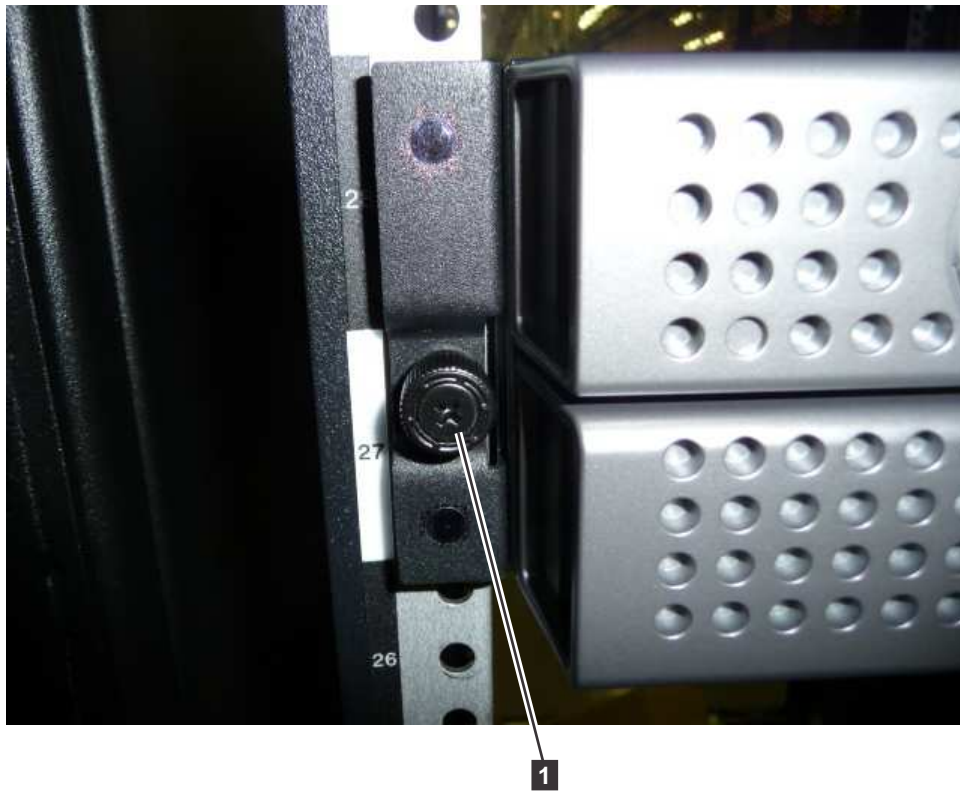
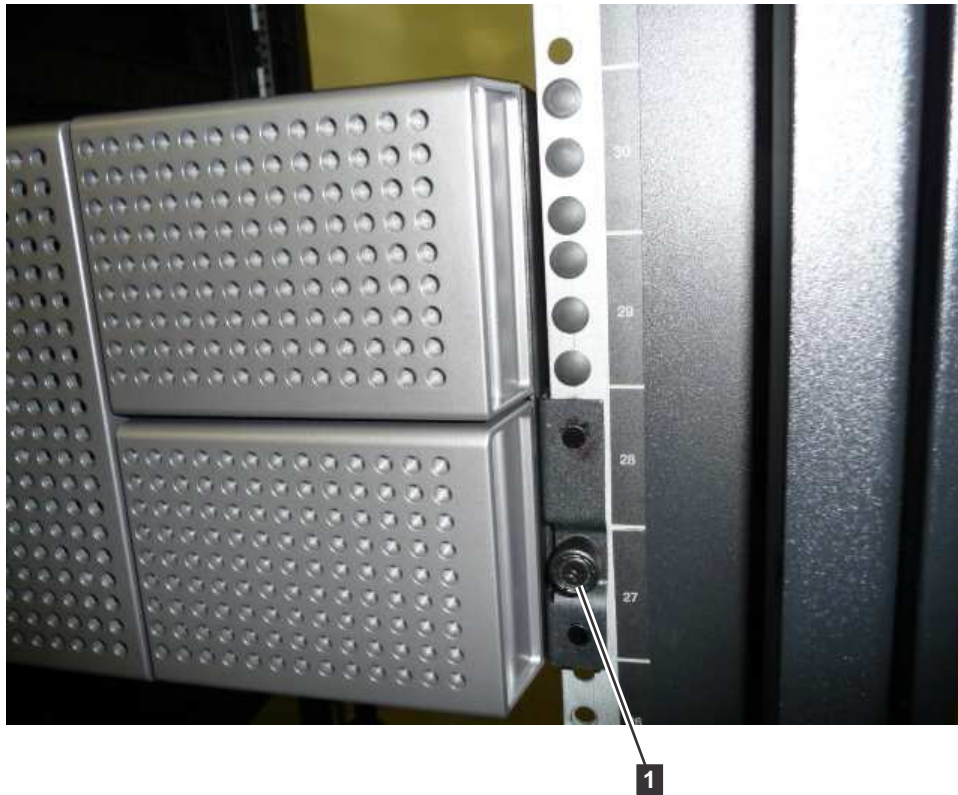

図 35. 2U ライブラリーをラックに固定する
図 36. 4U ライブラリーをラックに固定する
8. #2 プラス・ドライバーを使用して、ライブラリーをラックに固定します ( 55 ページの図 35 または 56 ページの図 36 を参照)。そのためには、ねじを各取り付け金具の中央の穴に取り付けてしっかり
9. 図 36 に示されているように、4U ライブラリー用の丸形または正方形のラック穴カバーを取り付けます。各サイドごとに 6 個 (合計 12 個) のカバーがあります。